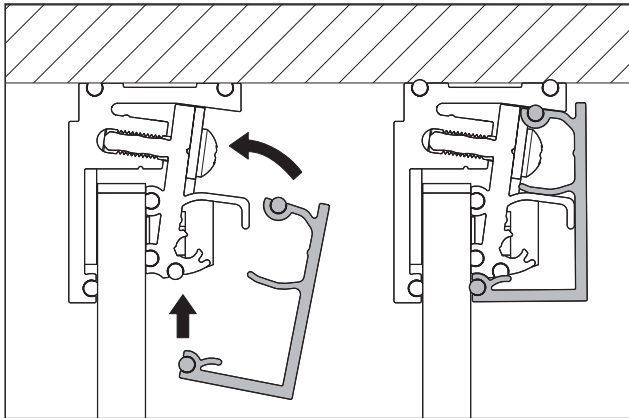

Abb. 12 Die Abdeckprofile anbringen
12. Die Abdeckprofile anbringen (Abb. 12).